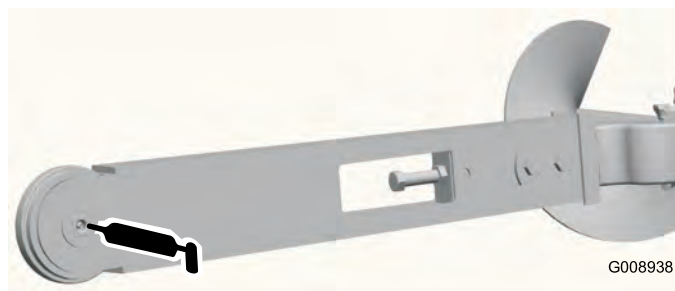
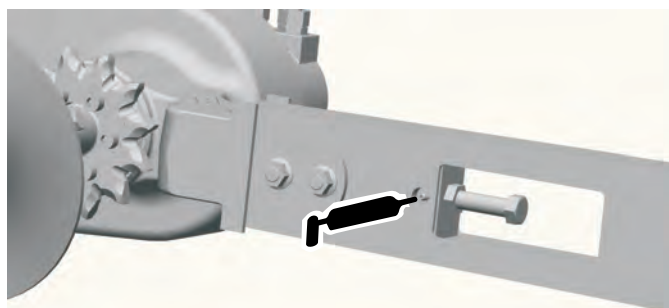

Bild 8
Bild 9
Schmieren Sie die zwei Schmiernippel täglich und sofort nach jedem Waschen des Geräts ein, siehe Bild 8 und Bild 9.
3. Entfernen Sie die Schuttschnecke (Bild 8).
8. Entfernen Sie die 6 Schrauben, mit denen das Antriebskettenrad befestigt ist (Bild 8).
9. Entfernen und entsorgen Sie das Kettenrad (Bild 8).
11. Schieben Sie das neue Zahnrad auf die Welle, siehe Bild 8.
12. Drehen Sie die 6 Schrauben handfest in das Kettenrad (Bild 8).